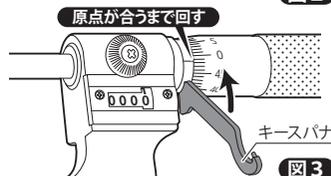

図3
3. 原点が一致するまで、ケースパナでスリーブを回す。(図3)
- Use spanner to rotate Sleeve to align the 0-Point lines. (Fig.3)